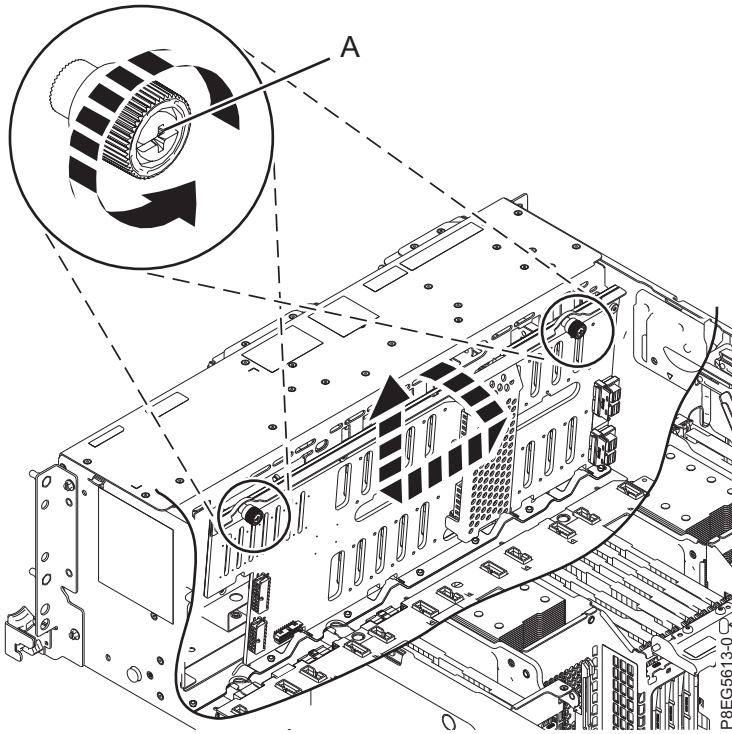

Figura 16. Extracción de la placa posterior de la unidad de disco
7. Desatornille con cuidado los tornillos cautivos de placa posterior de la unidad de disco (A) y extraígalos, como se muestra en la Figura 16.
8. Incline la placa posterior de la unidad de disco en la dirección que se muestra en la Figura 16 y, a continuación, deslícela hacia un lado, para que los orificios de la placa posterior queden libres de las pestañas del chasis.